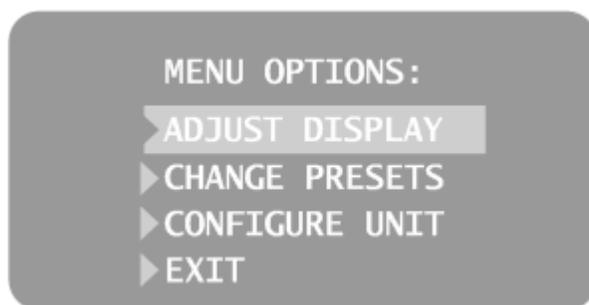
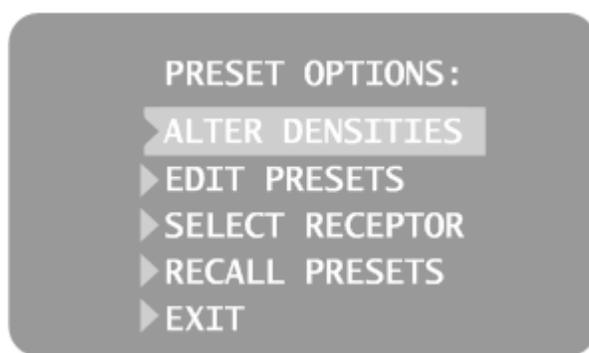

Figura 3
Figura 5
1. Per accedere alla modalità di configurazione, premere il pulsante di selezione della'anatomia e delle dimensioni del paziente simultaneamente per circa 5 secondi. Il menu principale verrà visualizzato, come in figura 3, e l'indicatore di stato lampeggerà.
1. Dal menu principale come in figura 3, selezionare ADJUST DISPLAY per accedere al menu in Figura 4.
2. Selezionando EXIT il sistema ritorna alla schermata principale come in Figura 3.
1. Dal menu principale come in figura 3, selezionare CHANGE PRESETS per accedere al menu in Figura 5.
3. Selezionare SELECT RECEPTOR dal menu Opzioni (Figura 5).